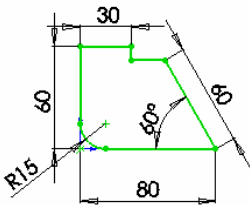

图 3-40 角铁草图
⑨ 单击确认按钮，完成圆角的绘制。最终生成草图如图 3-40 所示，点击保存按钮，将文件保存为“角铁草图.sldprt”。